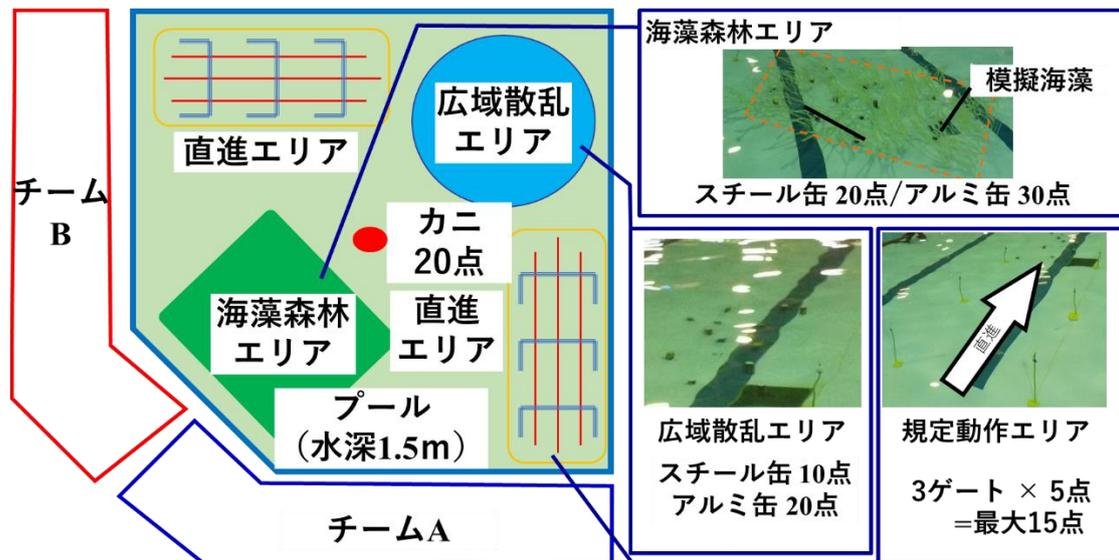

図 8-4 コース概略図
- ・ コースは図 8-4 に示す規定動作・広域回収・海藻森林の 3 エリアで構成されます。